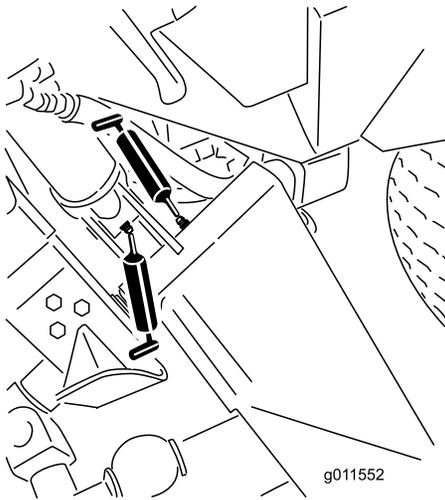

**Figura 69**
- 1 boccola dell'albero della forcella della ruota orientabile (Figura 69)